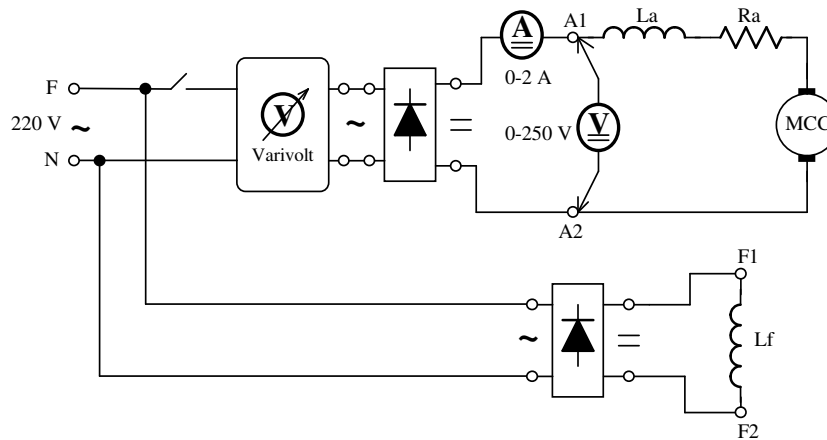

Figura 2 – Circuito para ensaio a vazio da máquina cc.
- 4) Monte o esquema básico para acionamento do motor CC com excitação independente, conforme mostrado na figura 2. (CASO O VARIVOLT NÃO ESTEJA DISPONÍVEL, UTILIZE UM BANCO DE LÂMPADAS EM SÉRIE COM A REDE).